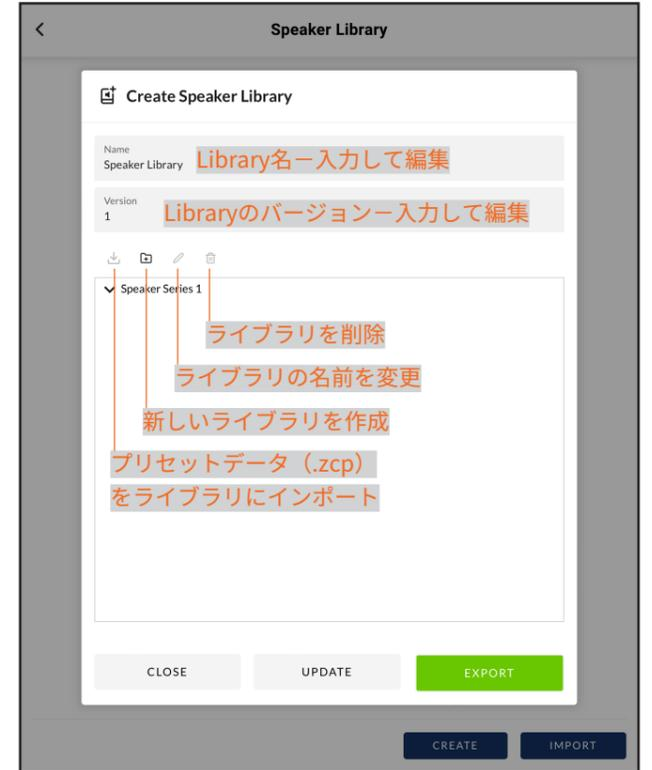

図5N
- **Speaker Library**メニューでは、スピーカープリセットライブラリを管理できます。スピーカープリセットファイル(.zcl)のライブラリを作成またはインポートしたり、既存のライブラリを編集したり、完全に削除したりできます。図5Nは、スピーカープリセットライブラリの作成と管理を示しています。